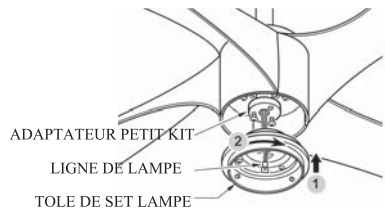

FIG.16
2. Tirez délicatement le fil à travers la plaque du kit d'éclairage. Placez le trou de clé au-dessus des vis desserrées. Tournez la plaque du kit d'éclairage dans le sens horaire, puis serrez les vis retirées et desserrées précédemment. (Voir Fig. 16 et 17)